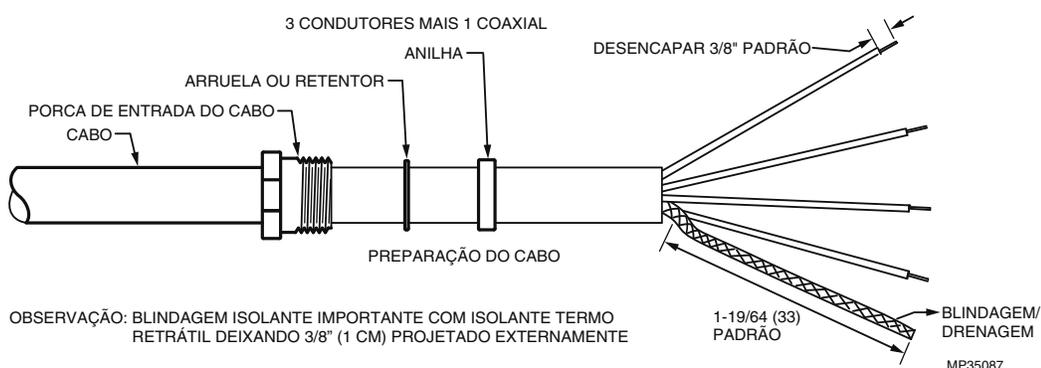

Fig. 3. C330S.
8. Desencape 1 cm de cada fio, como exibido no desenho de montagem da Fig. 3 on page 7.